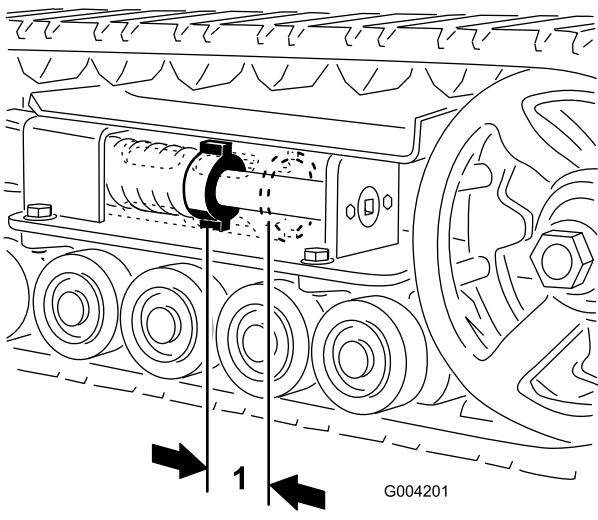
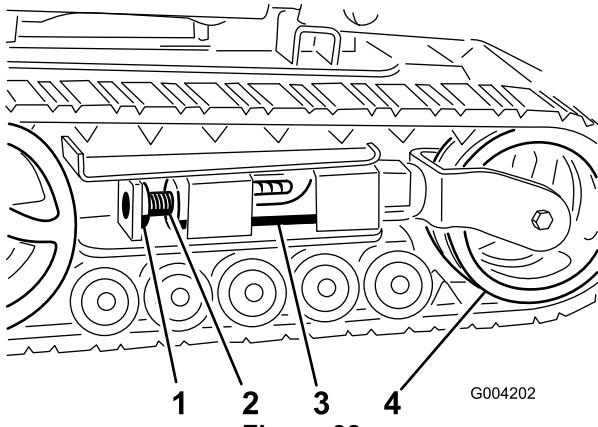
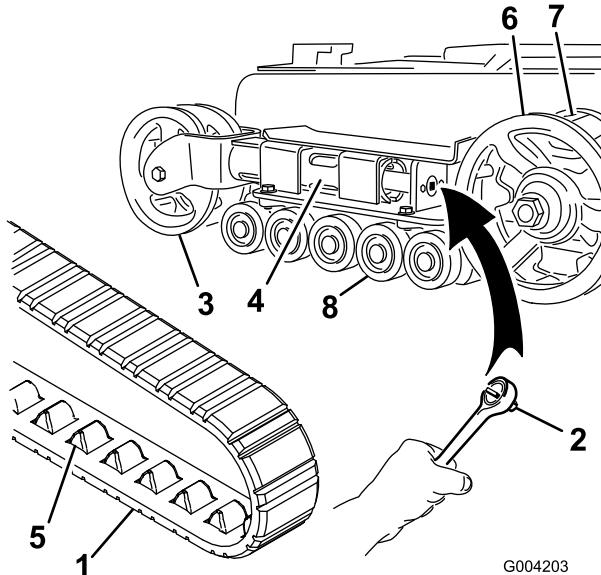
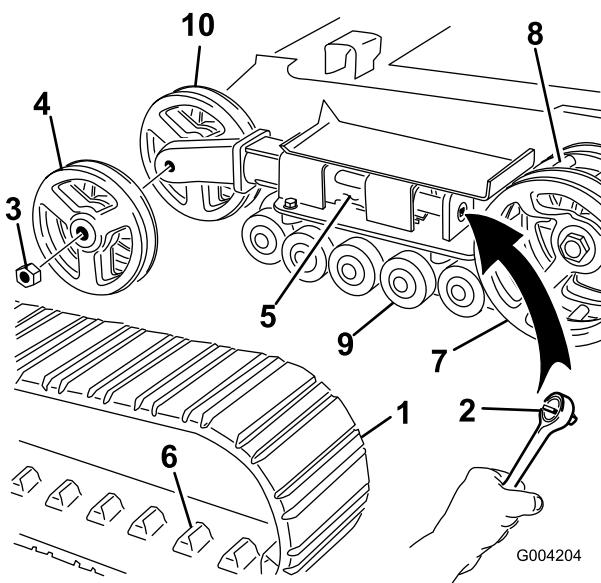

Figura 37
Figura 38
Figura 39
Figura 40
del tubo tensor (Figura 37). Si no es así, ajuste la tensión de las orugas usando el procedimiento siguiente:
3. Retire el perno de bloqueo y la tuerca (Figura 38).
4. Usando una llave de 1/2 pulgada (Figura 39), gire el tornillo tensor en el sentido contrario a las agujas del reloj hasta que la distancia entre la tuerca tensora y la parte de atrás del tubo tensor (Figura 37) sea de 7 cm (2-3/4 pulg.).
5. Alinee la muesca más próxima del tornillo tensor con el taladro del perno de bloqueo, y fije el tornillo con el perno de bloqueo y la tuerca (Figura 38).
4. Usando una llave de 1/2 pulgada, alivie la tensión en la oruga girando el tornillo tensor en el sentido de las agujas del reloj (Figura 38 y Figura 39).
5. Empuje la rueda tensora hacia la parte de atrás de la unidad de tracción para mover el tubo de horquilla contra el bastidor (Figura 39). (Si no toca el bastidor, siga girando el tornillo tensor hasta que lo toque.)
7. Cuando haya retirado la oruga de la rueda tensora, retírela de la rueda motriz y de las ruedas de rodaje (Figura 39).
8. Empezando en la rueda motriz, pase la oruga nueva alrededor de dicha rueda, asegurándose de que los dientes de la oruga encajen entre los espaciadores de la rueda (Figura 39).
9. Empuje la oruga por debajo de y entre las ruedas de rodaje (Figura 39).
11. Gire el tornillo tensor en el sentido contrario a las agujas del reloj hasta que la distancia entre la tuerca tensora y la parte de atrás del tubo de horquilla (Figura 37) sea de 7 cm (2-3/4 pulg.).
4. Usando una llave de 1/2 pulgada, alivie la tensión en la oruga girando el tornillo tensor en el sentido de las agujas del reloj (Figura 38 y Figura 40).
5. Empuje la rueda tensora hacia la parte de atrás de la unidad de tracción para mover el tubo tensor contra el bastidor (Figura 40). (Si no toca el bastidor, siga girando el tornillo tensor hasta que lo toque.)
6. Retire la tuerca que fija la rueda tensora exterior y retire la rueda (Figura 40).
7. Retire la oruga (Figura 40).
8. Retire la tuerca que fija la rueda tensora interior y retire la rueda (Figura 40).
12. Instale la rueda tensora interior y fíjela con la tuerca que retiró anteriormente (Figura 40).
14. Instale la oruga nueva, asegúrandose de que los dientes de la oruga encajen entre los espaciadores de la rueda motriz (Figura 40).
15. Instale la rueda tensora exterior y fíjela con la tuerca que retiró anteriormente (Figura 40).
17. Gire el tornillo tensor en el sentido contrario a las agujas del reloj hasta que la distancia entre la tuerca tensora y la parte de atrás del tubo tensor (Figura 37) sea de 7 cm (2-3/4 pulg.).